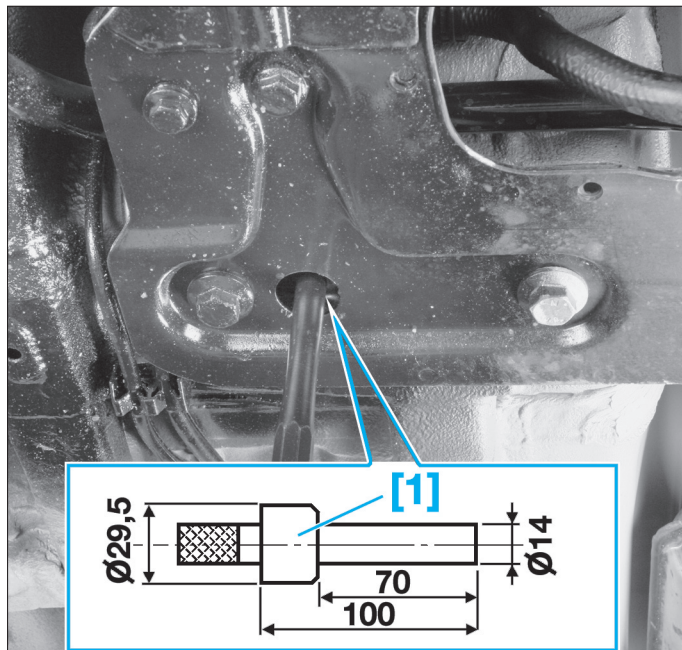

FIG. 16
- [1]. Outil de centrage (Ref : PSA 0623) (Fig.16).
- reposer les vis de fixation (9) et (10) du berceau sur la caisse, sans les serrer.
- centrer le berceau sur la caisse, à l'aide des outils [1] au travers des emplacements situés de chaque côté du berceau (Fig.16).
- serrer au couple prescrit les vis de fixation (9) et (10) du berceau sur la caisse